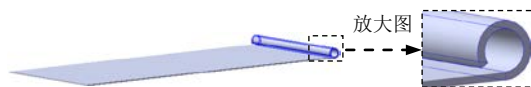

图 14.3.13 褶边 1
(4) 单击  按钮, 完成基体一法兰 1 的创建。
Step3. 创建图 14.3.13 所示的钣金基础特征——褶边 1。
(1) 选择命令。选择下拉菜单    命令。系